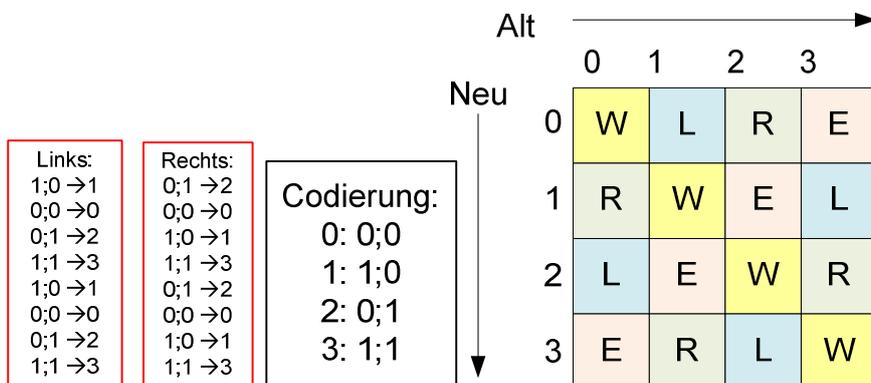

Abbildung 36: Drehgeber-Spuren Look-Up-Table
In Abbildung 36 ist die Look-Up-Table und die Umcodierung dargestellt. Das Analyse-Modul arbeitet nun so, dass z.B. vier „Links-Indikatoren“ (L) registriert werden müssen bis das Modul einen Links-Impuls erzeugt. Wird der Drehgeber nun langsam gedreht, werden